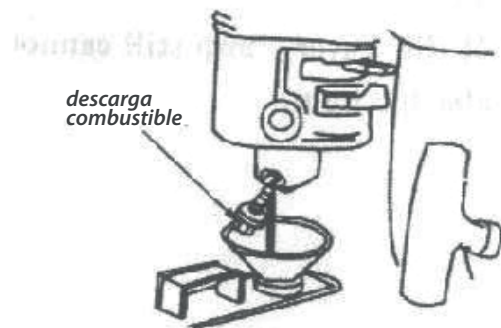

Fig. 27
2. Controlar que el grifo esté abierto. (ON)
3. Controlar que el combustible entre en el carburador. Comprobar si el grifo del combustible está girado en ON, aflojando el tapón de descarga del fondo del carburador (Fig. 27)